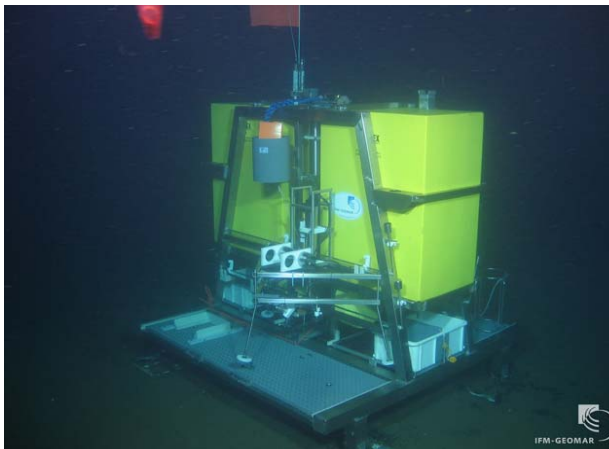
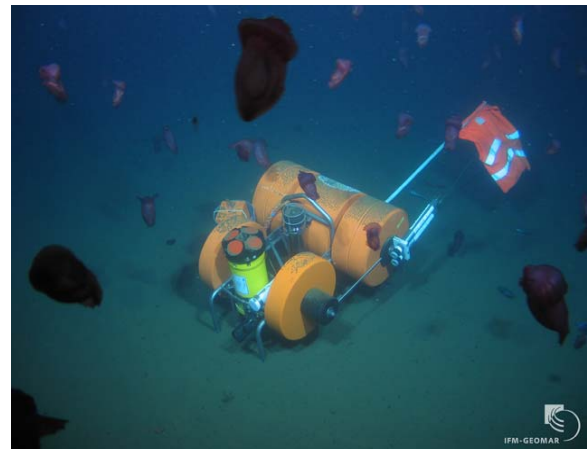

Abb. 3: Fahrstuhl mit EC-Modul.
Abb. 4: POZ-Lander inmitten eines Schwarms pelagischer Holothurien.
Am Morgen des 6. Oktober wurde der neue Fahrstuhl-Lander des IFM-GEOMAR, bestückt mit zwei Eddy correlation (EC) Modulen (Abb. 3), wie auch der POZ-Lander zur Messung des Strömungsregimes und physikalischer Parameter videogeführt am Meeresboden abgesetzt (Abb. 4). Bei dem folgenden ROV-Einsatz wurden die beiden EC-Module aus dem Fahrstuhl entnommen und gezielt in den Nähe von Bakterienmatten abgesetzt, um dort nicht-invasive Sauerstoffmessungen gekoppelt mit hochauflösenden Turbulenzmessungen durchzuführen. Weiterhin wurde in unmittelbarer Nähe eine große Bakterienmatte gefunden, die zur gemeinsamen Beprobung mit Porenwassersammler (PWS), Stechrohren und den INSINC-Modulen zur in-situ Inkubation geeignet war. Auf dem 5. ROV-Tauchgang wurden diese Geräte auf der Bakterienmatte positioniert und die